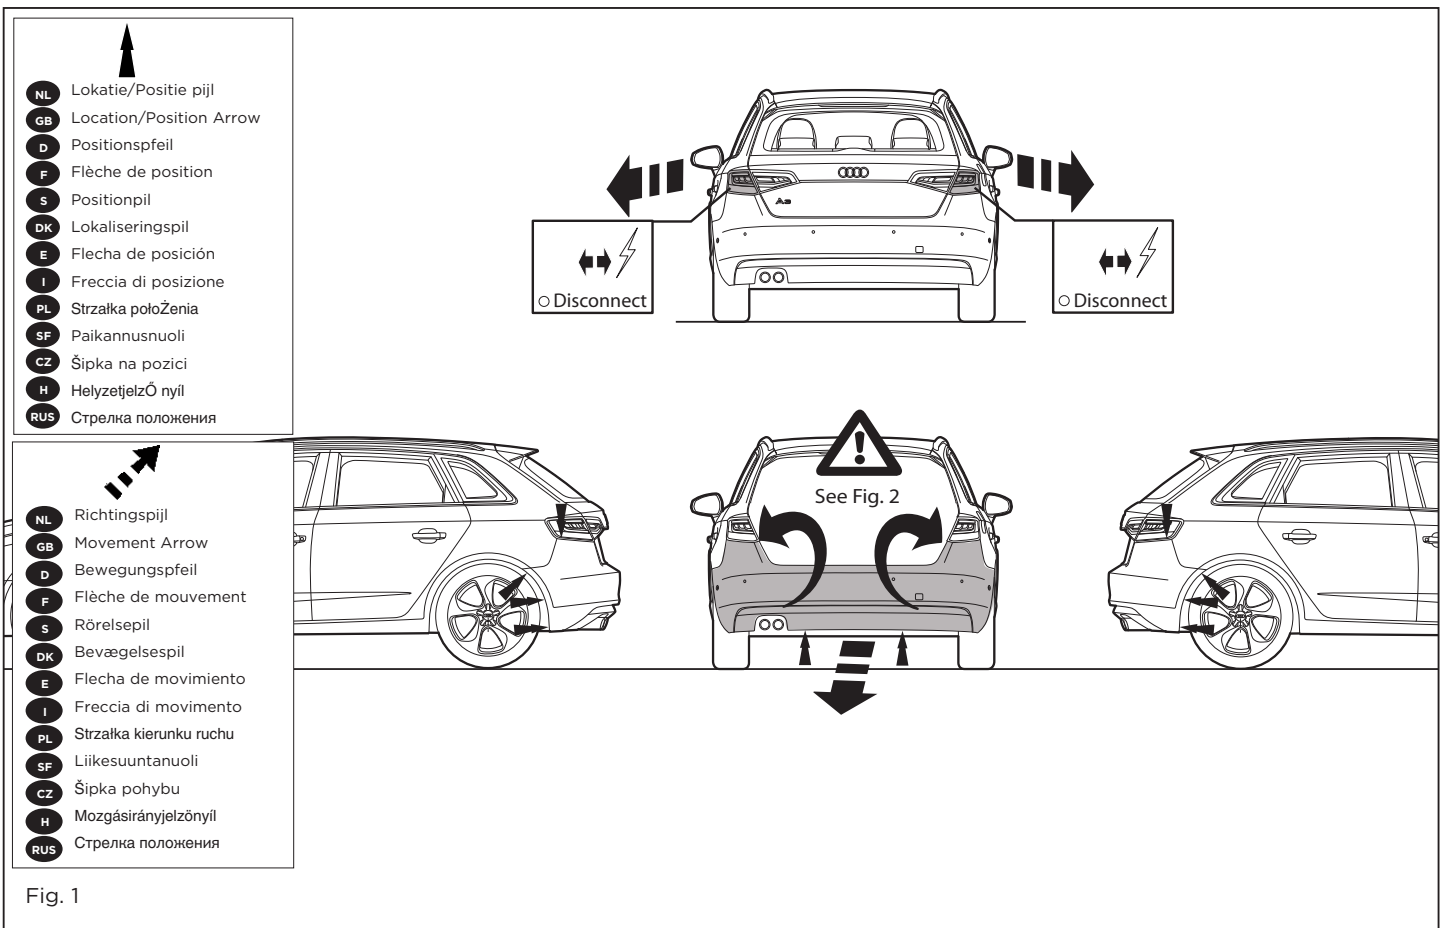

Fig. 1
plads igen. Se fig. 1, 2 og 3.
- 3. **Dla modeli Sportback obowiązują:** Wypilować zgodnie z rysunkiem 1, 2 i 3. Ponownie przykręcić śruby. Patrz rysunek 1, 2 i 3.